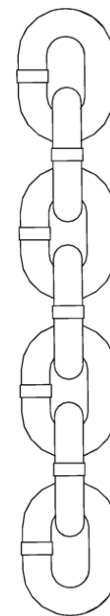

Figura 6-11 Plano de los eslabones finales
- 6.5.4 Verifique que la carga y las cadenas de mano (si está instalando una nueva) tengan la longitud correcta y que todos los eslabones finales estén en el mismo plano. Consulte la figura 6-11.